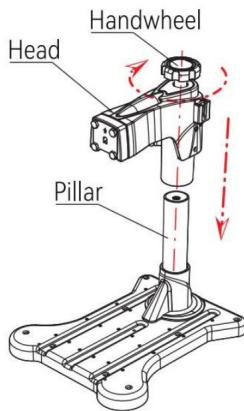

Fig 1
1. Setzen Sie den Kopf in die Säule ein und drehen Sie das Handrad 10 Mal im Uhrzeigersinn. Dies zeigt an, dass der Kopf installiert ist (siehe Abb. 1).